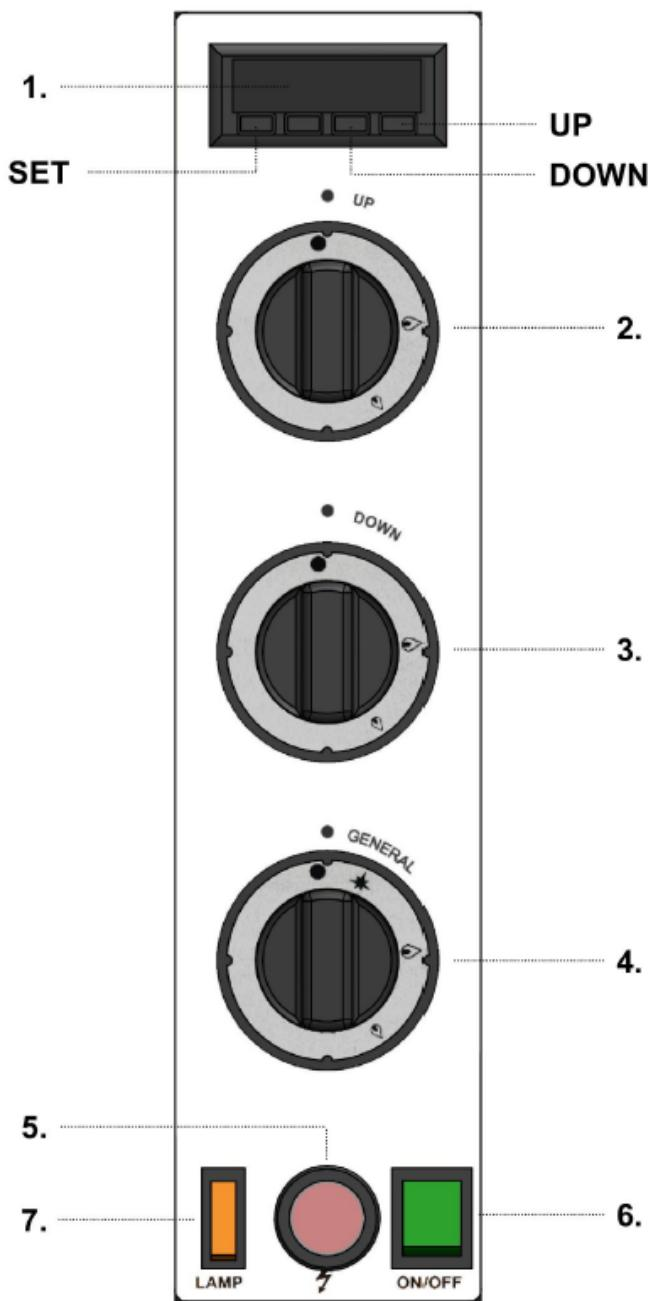

FIG.14
Le panneau de commande (FIG.14) est fixé sur le côté droit de la partie avant du four, d'où les utilisateurs peuvent faire fonctionner ou cuisiner manuellement dans le four.
- 3) Appuyer sur l'interrupteur électrique général (FIG.14-Ref.6), la lampe verte s'allumera ;
- 4) Régler le thermostat/thermomètre sur la température de travail en appuyant sur les touches « set » et « + » ou « - » (FIG.14-Ref.1). Si la température désirée est égale ou inférieure à la température atmosphérique, il sera impossible d'allumer les brûleurs car le thermostat est relié à l'électrovanne d'alimentation en gaz qui arrête le débit de gaz lorsque la température atteint la valeur désirée.
- 5) Tournez le bouton du robinet général d'alimentation en gaz (FIG.14-Ref.4) sur la position, appuyez et maintenez le bouton et appuyez à plusieurs reprises sur la veilleuse d'allumage piézoélectrique (FIG.14-Ref.5) ; relâchez le bouton si la veilleuse s'allume ; la flamme de la veilleuse doit rester allumée ; si ce n'est pas le cas, répétez l'opération. Il est possible de contrôler la flamme de la veilleuse à travers la fente située sur le côté droit du panneau frontal (FIG.3-Ref.2).
- 6) Tournez le bouton du robinet général (FIG.14-Ref.4) sur la position (puissance maximale) ;
- 7) Ouvrez les robinets respectifs du brûleur supérieur (FIG.14-Ref.2) et inférieur (FIG.14-Ref.3) et tournez-les dans le sens inverse des aiguilles d'une montre jusqu'à la position (puissance maximale). La flamme du brûleur à allumage intermittent se propage à tous les brûleurs supérieurs et inférieurs. Une fois la température souhaitée atteinte, les brûleurs s'éteignent : c'est-à-dire qu'ils s'arrêtent à intervalles réguliers et recommencent à fonctionner de manière à maintenir la température.
Une fois que le four a atteint la température souhaitée (voir point 5 du présent paragraphe), visible sur le thermostat/thermomètre (FIG.14-Ref.1), il est possible de mettre la pizza au four pour la cuisson.
- 2) Pour éclairer l'intérieur du four, appuyer sur « on » la lampe du four (FIG.14-Ref.7) ;
- 1) Éteindre le four en tournant les boutons en position ● « Off » (FIG.14-Ref.2/3/4) ;
- 2) Éteindre l'éclairage interne du four en utilisant l'interrupteur d'éclairage (FIG.14-Ref.7) ;
- 3) Éteindre l'interrupteur général (FIG.14-Ref.6) en éteignant le voyant vert ;